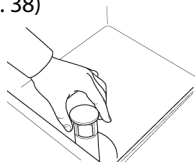

Abb. 38
- 5- Öffnen Sie die Tür und entfernen Sie den Überlauf. (Abb. 38)